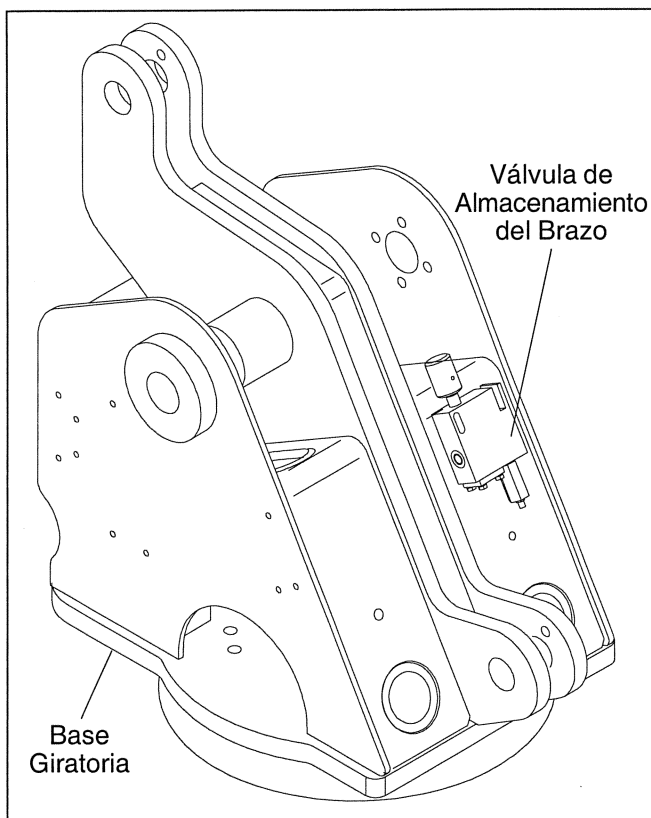

Figura 5.33 — Ubicación de la Válvula de Almacenamiento del Brazo
2. La válvula de posicionamiento del brazo está montada externamente a la base giratoria, en el lado opuesto a la válvula de control inferior. Afloje los dos tornillos de casquete que aseguran la válvula de posicionamiento a la cesta (remítase a la Figura 5.33).